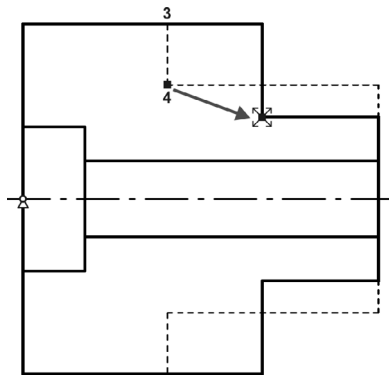

Рис. 66.11.
- 16.1. Выделите отрезок 3–4 и переместите его характерную точку 4 немного вправо и вниз (рис. 66.11).